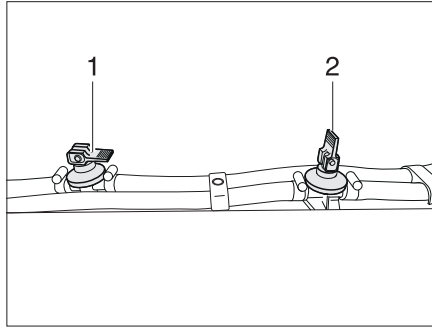

Fig. 342 Llave de desagüe
- Cerrar todas las llaves de desagüe. Colocar para ello el balancín (Fig. 342,1) en posición horizontal.